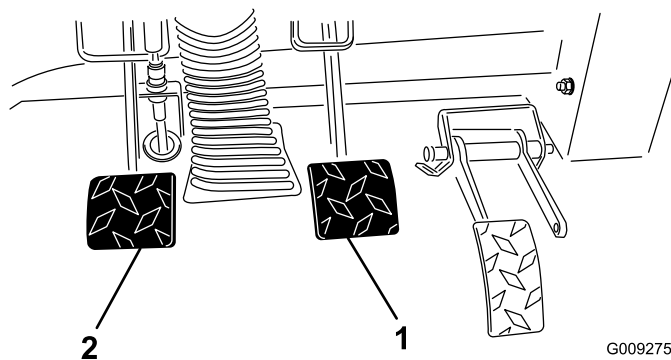

**Figura 68**
1. Retire el pasador de horquilla y la chaveta que fijan la horquilla del cilindro maestro al pivote del pedal de freno (Figura 68).
3. Afloje las contratuercas que fijan la horquilla al eje del cilindro maestro (Figura 68).